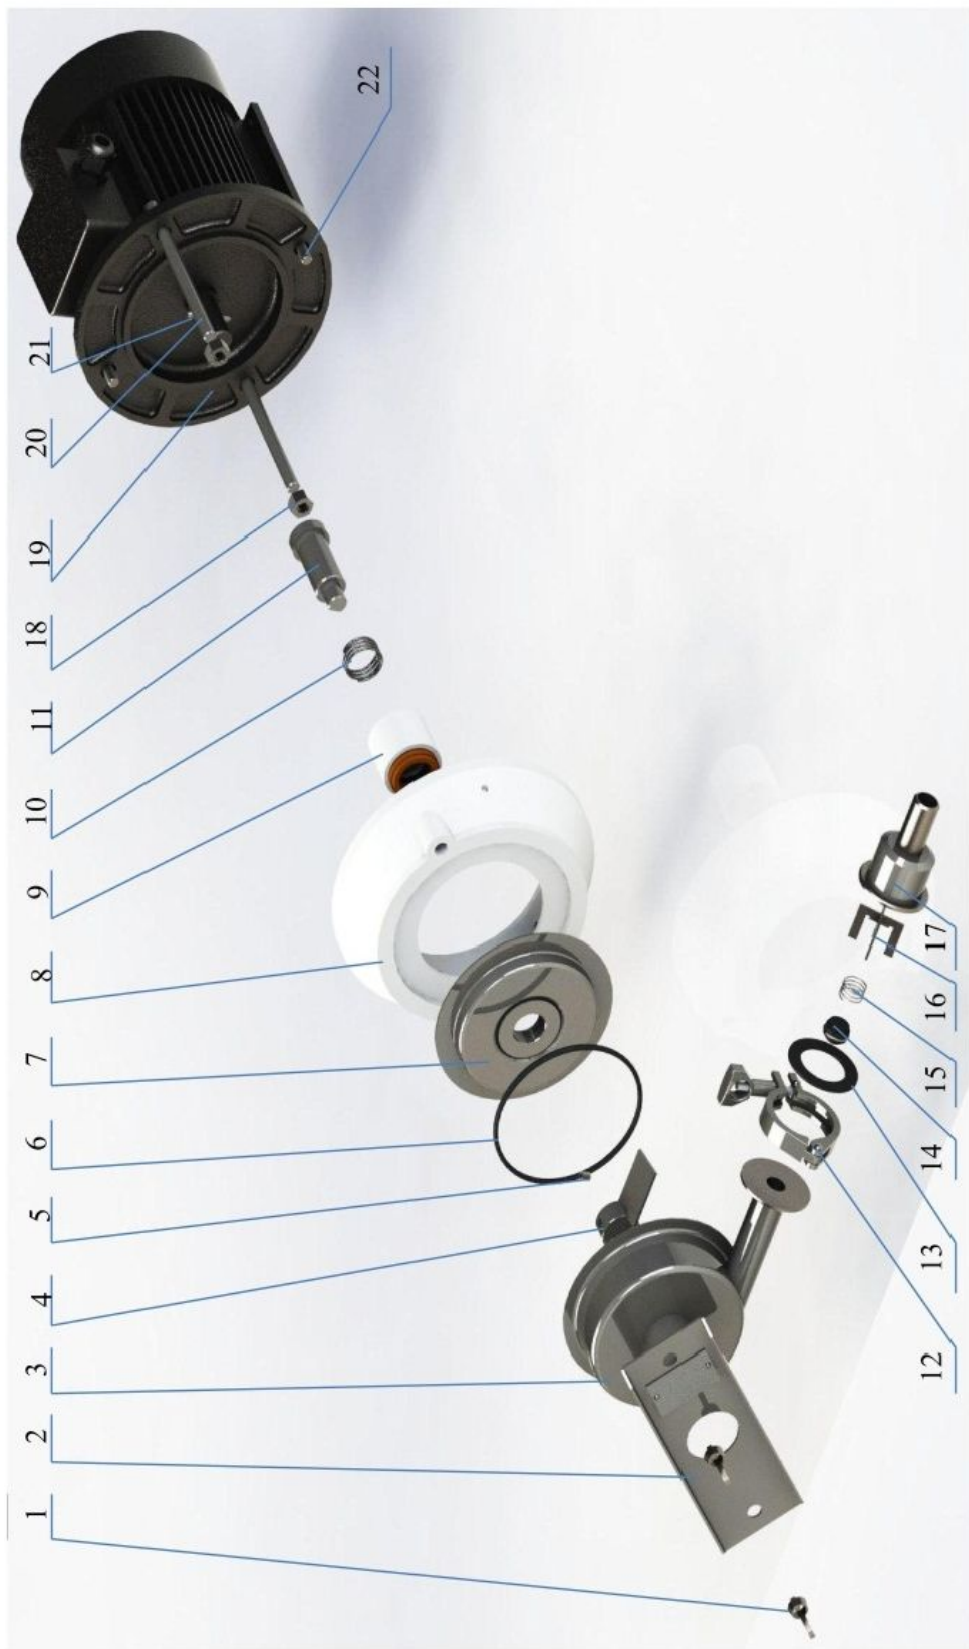

Рис.1 Насос молочный универсальный НМУ-6Н/10 ГДЗ-01
- Снять корпус 3, крыльчатку 4 и тарелку 7, предварительно отвинтив гайки 1 (рис. 1). С тарелки снять кольцо 6.
- Снять уплотнитель наконечника 9 и пружину 10 (рис. 1).